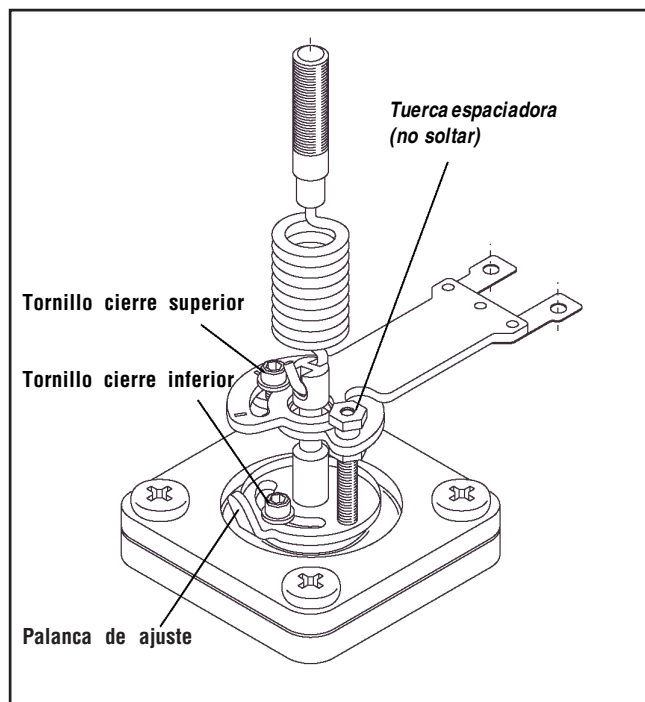

Figura 9: Ajuste de ganancia
3. Con una llave Allen de 5/64 pulgadas, aflojar tanto el tornillo de fijación superior como el inferior con aproximadamente una media vuelta de la llave. No aflojar la tuerca espaciadora (véase la figura 9).